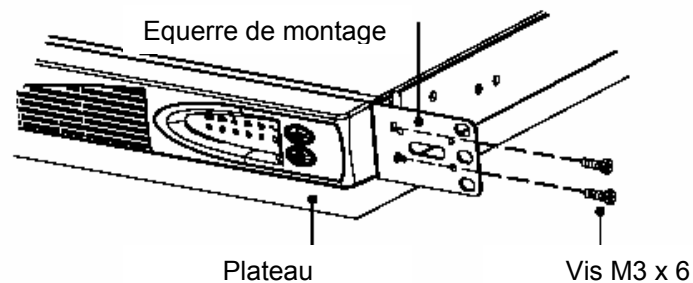

Figure 7 – Montage des équerres pour un rack 23"
2. De chaque côté de l'ASI, fixez la partie courte d'une équerre en utilisant 2 vis M3 x 6 fournies (voir figure 7).